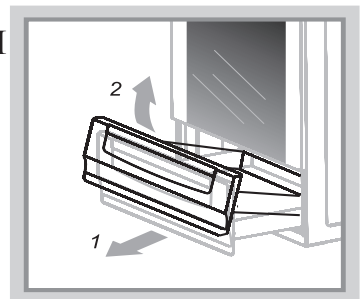

Рис.11
- Как его достать, показано на рис.11.